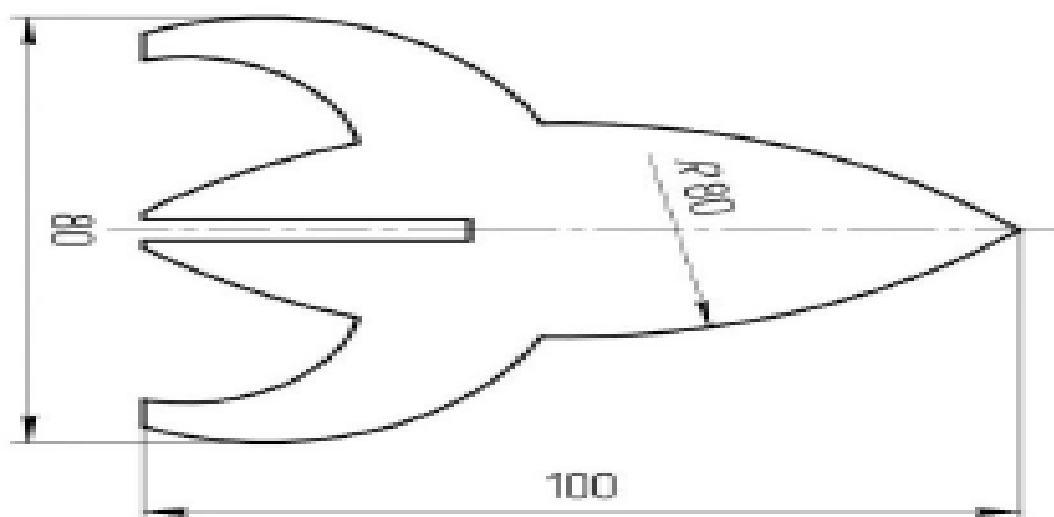

Рисунок 2. Деталь изделия «Брелок»
Примечание. В изделии «Брелок для ключей» используется фанера толщиной 3 мм. вариант образца изделия на Рисунке 1. Две детали соединяются благодаря двум пазам. Одна из деталей брелка представлена в этом ТЗ (см. Рисунок 2). Отверстие под ключи в этой детали необходимо разработать (диаметр отв. и его расположение). Габаритные размеры изделия: 100X80 мм (высота и ширина изделия), при этом 3 мм. Предельные отклонения размеров ± 1 мм.
- Изобразите эскиз ответной детали (см. Рисунок 2), самостоятельно разработав отверстие и его расположение, с проработанными элементами художественного и дизайнерского решений изделия, при этом криволинейный контур постройте с помощью циркуля (эскиз разместите на дополнительном разлинованном листе);